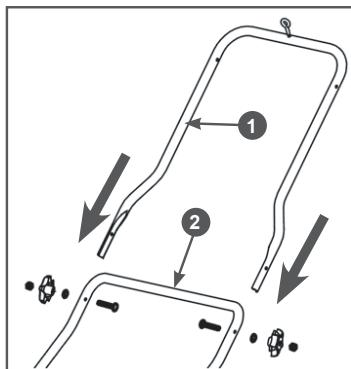

Рис. 2 Установка стойки рукоятки управления
- Установите стойку рукоятки управления на раму снегоотбрасывателя. Совместите отверстия в стойке 1 и раме 2, вставьте в полученные отверстия болты, установите шайбы и закрутите баращковые гайки (Рис. 2).